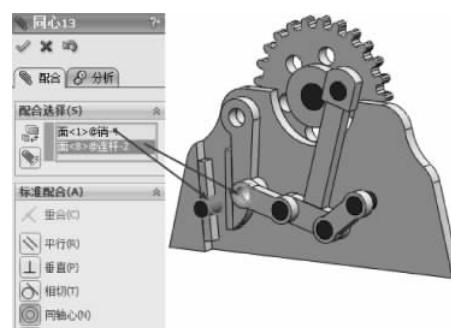

图 3-161 同轴心配合
(24) 选择【标准配合】选项组下的【同轴心】配合类型  ,在【要配合的实体】选择框  中选择如图 3-161 所示的面,其他保持默认,单击【确定】按钮  ,完成同轴心配合。